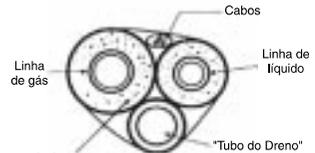

Fig. 5
3. Observe a posição do dreno conforme fig. 5.